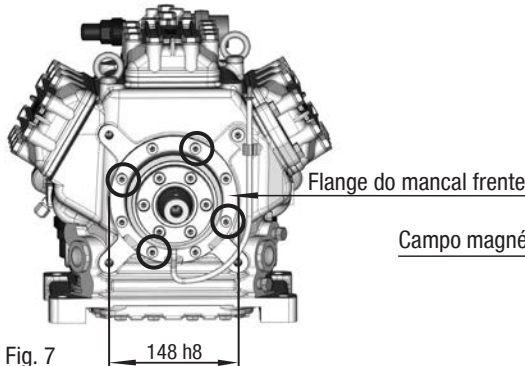

Fig. 7
- O flange do mancal dianteiro possui um assentamento otimizado  $\varnothing 148 \text{ h8}$  (ver. fig. 7) para a aceitação do campo magnético do acoplamento eletromagnético.
- Para a montagem do campo magnético, soltar 4 parafusos de cabeça cilíndrica M8 no flange do mancal (ver. fig. 7).